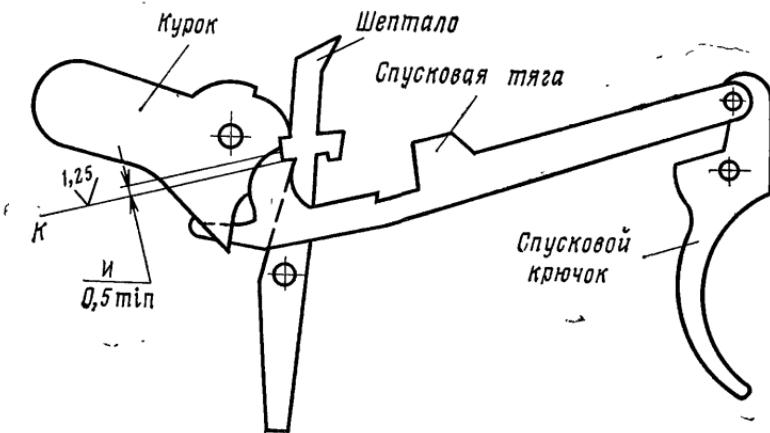

Рис. 51. Схема проверки перекрытия выступа шептала
14.13. Поставить курок на боевой взвод, плавно нажимая на спусковой крючок, подвести зуб спусковой тяги к зубу шептала и проверить их взаимное перекрытие (размер I на рис. 51), которое должно быть не менее 0,5 мм.